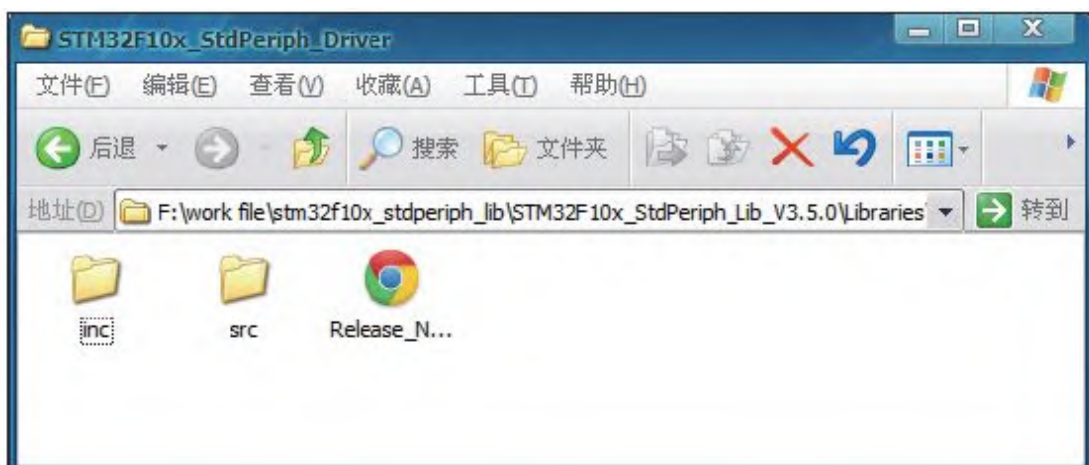

图 3-13 复制固件库
7) 把库\Libraries\STM32F10x\_StdPeriph\_Driver文件夹下的inc跟src这两个文件夹复制到FWlib文件夹中，见图3-13。